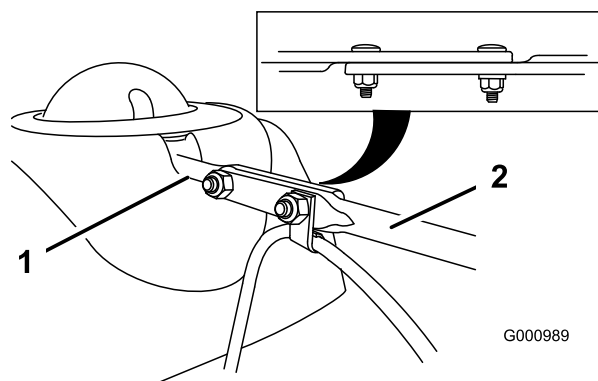

Bild 14
- Richten Sie das abgeflachte hintere Ende des langen Auswurfeinstellgestänges mit dem abgeflachten vorderen Ende der kurzen Stange aus, die aus dem Armaturen Brett herausragt, sodass beide eingreifen (Bild 14).